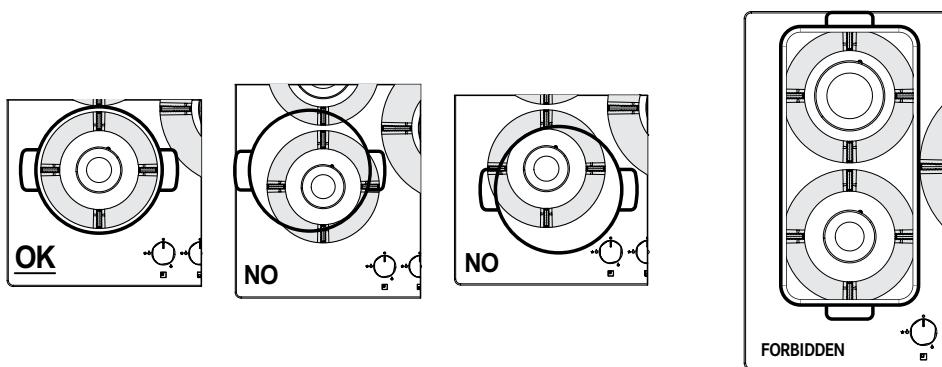

Fig. 1
La utilización de recipientes de mayor tamaño a los especificados puede originar un sobrecalentamiento de los mandos y la superficie y, en caso de un uso prolongado, amarilllear la cubierta (si son de acero inoxidable). Franke declina toda responsabilidad por los daños que resulten de tal uso (Fig. 1).
- ▷ No coloque el mismo recipiente sobre dos quemadores (Fig. 1).
- ▷ No utilice dos quemadores encendidos simultáneamente para calentar un mismo recipiente, como una gran cacerola o sartén para pescado (Fig. 1).